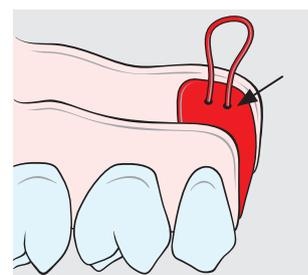

Fig. 7
a) El procedimiento de elaboración es el siguiente, cuando la toma de impresión se ha realizado con la parte hembra Mini-SG® existente, sin vaina de fricción: Con un material para muñones/modelos adecuado, p.ej. epoxi, se rellena cuidadosamente la parte hembra y se dota de una retención para el modelo de escayola p.ej. con un lazo de alambre (Fig. 7).
b) Procedimiento de elaboración, cuando la toma de impresión se ha realizado con la parte hembra Mini-SG® Tuning: Aislar la superficie interior con vaselina, rellenar cuidadosamente la parte hembra con un material para muñones/modelos adecuado, p.ej. epoxi, y dotar de una retención para el modelo de escayola p.ej. con un lazo de alambre (Fig. 7).